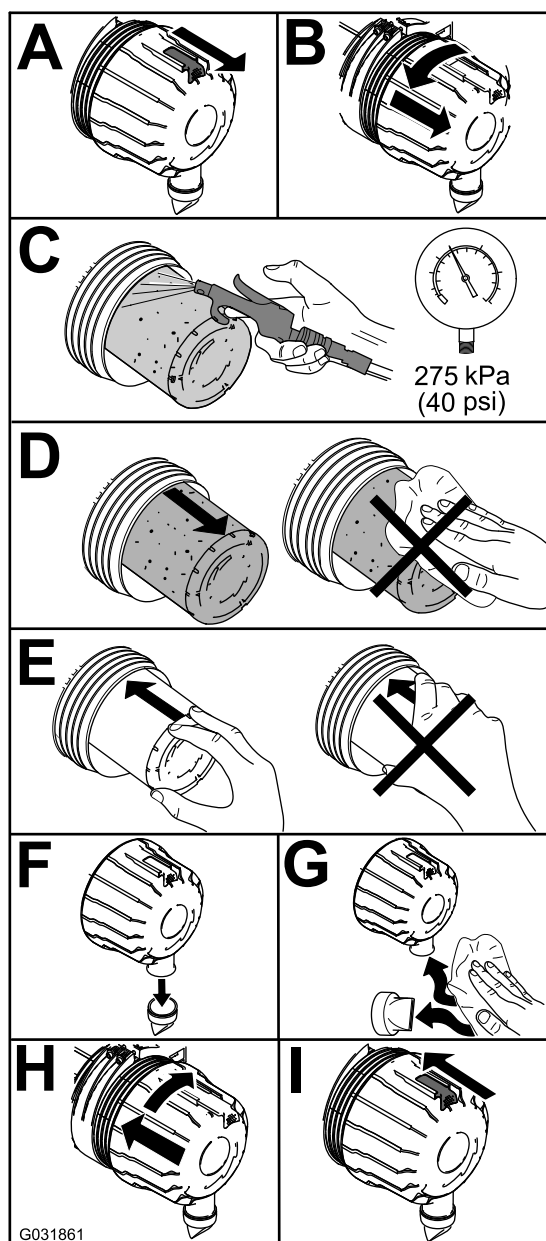

Figura 48
1. Substitua o filtro de ar (Figura 48).